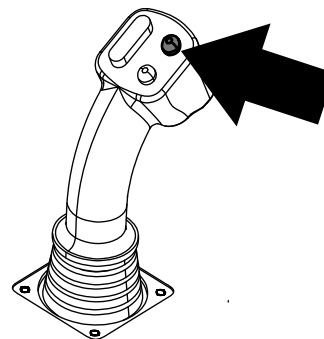
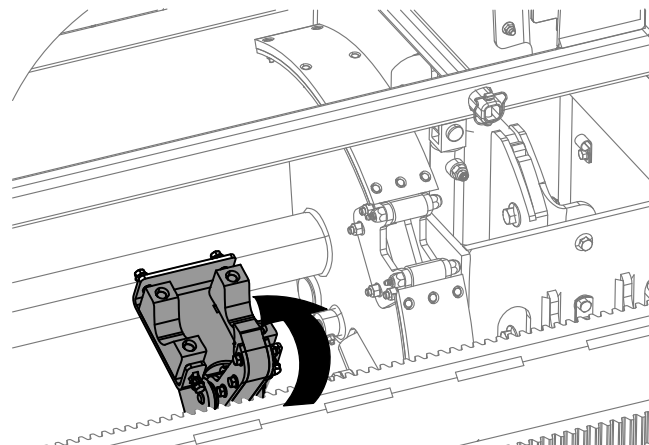

Figure 12
Figure 13
6. Maintenez le bouton supérieur enfoncé sur le levier de commande pour saisir la tige (Figure 12 et Figure 13), puis relâchez le bouton.